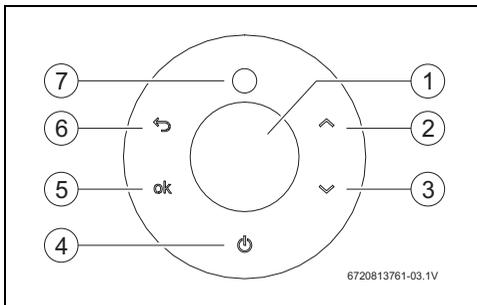

Fig. 6 Display digital
- ▶ Tocar en el símbolo  . El panel muestra la temperatura deseada del agua. Siempre que el quemador enciende, el display indica  (Fig. 6, [7]).